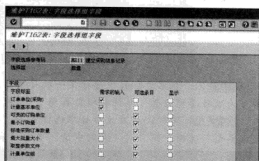

图 7-37 修改计划交货时间及最小订单数为可选项
STEP 3 选择“数量”字段后单击 按钮，进入字段选择组字段界面，从中即可将计划交货时间及最小订单数改为可选项，如图 7-37 所示。